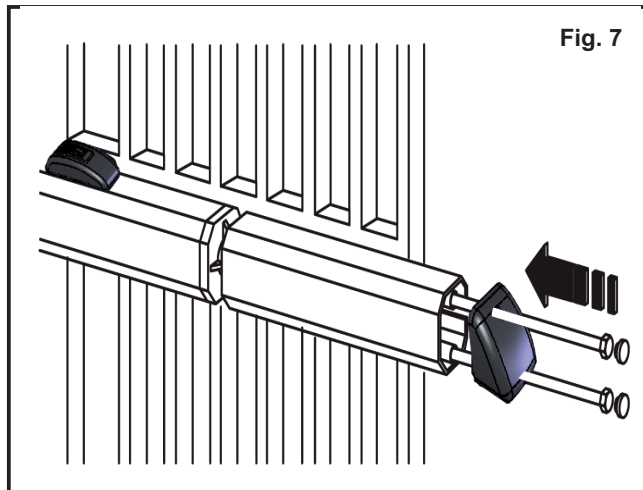

Fig. 7
N) Prepare el cárter de protección y colóquelo sobre el operador como se indica en la fig. 7.